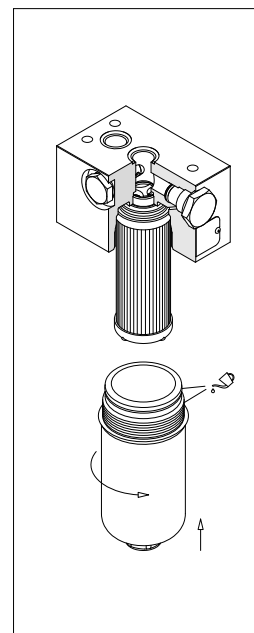

fig. 8
- (Fig. 8) Lubrificare il filetto e l'O-ring del contenitore, quindi avvitare il contenitore facendo riferimento alla tabella delle coppie di serraggio al paragrafo 3